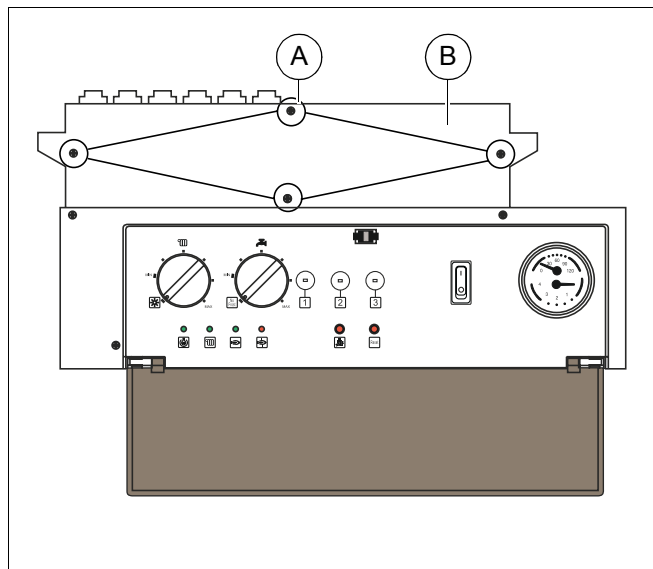

Рис. 39 Установка перемычек
- Для доступа к подключениям открутить четыре винта (рис. 39, поз. А) и снять крышку (рис. 39, поз. В).